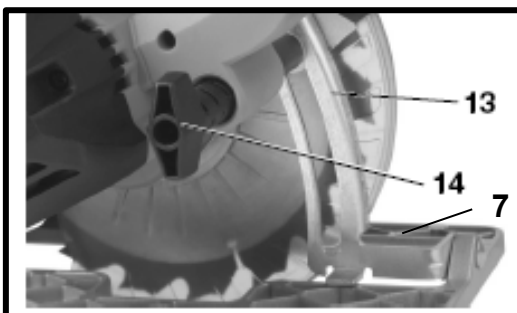

Рис.9
### 6.6. Регулировка глубины пропила (Рис.9).
- Ослабьте рычаг фиксации глубины пропила (14) **Рис.9.**
- Прижмите опорную плиту (7) к кромке обрабатываемого изделия и поднимайте инструмент вверх, пока режущий диск не будет на нужной глубине. Глубина реза выставляется ориентируясь на Шкалу глубины пропила (13).
- Затяните рычаг фиксации глубины пропила (14).